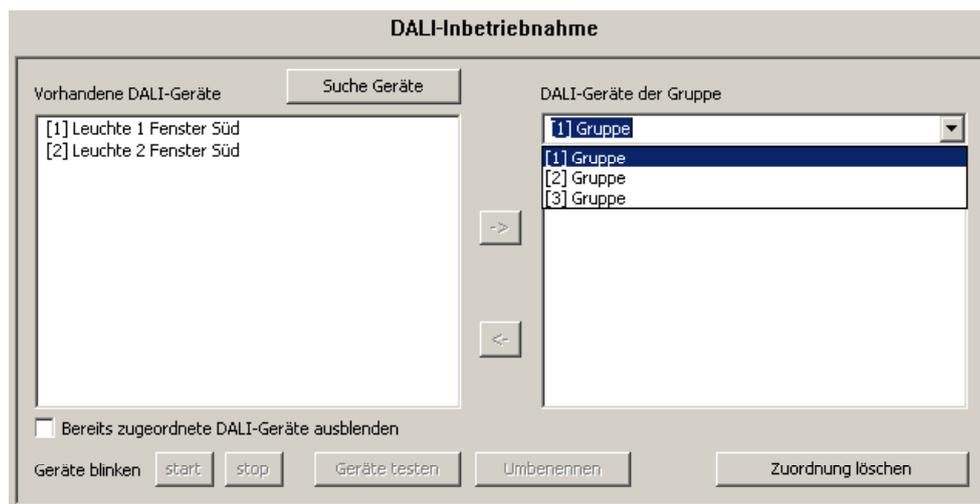

Bild 42: Gruppe auswählen
- Im rechten Teilbereich der DALI-Inbetriebnahmeumgebung die erforderliche Gruppe auswählen, zu der Betriebsgeräte hinzugefügt werden sollen (vgl. Bild 42).